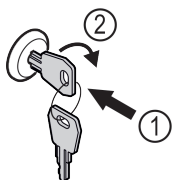

Fig. 114 Immagine a titolo di esempio
- Inserire la chiave Fig. 114 (1).
- Ruotare la chiave di 90° in senso orario Fig. 114 (2).